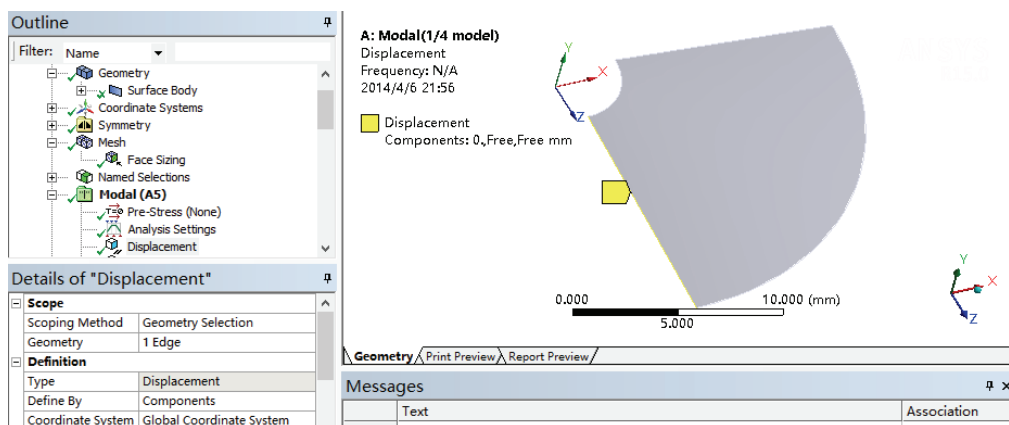

图 10-7 设置位移边界条件
3) 选中 Displacement, 选择 X 方向坐标为 0 的边缘, 单击 Details of “Displacement” 细节窗口 Geometry 选项下的 Apply 按钮, 即可在选中边缘上施加位置约束。此时设置 X 向的位移为 0, 如图 10-7 所示。